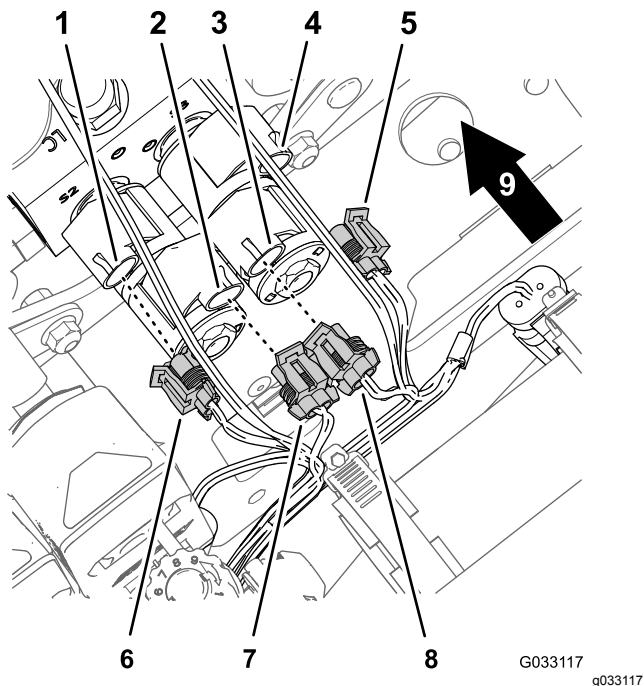

図 17
3. 昇降シリンダのマニホールドのソレノイドの2ピンコネクタから、ソニックブーム仕上げキットのワイヤハーネスの2ソケットコネクタを外す 図 17。